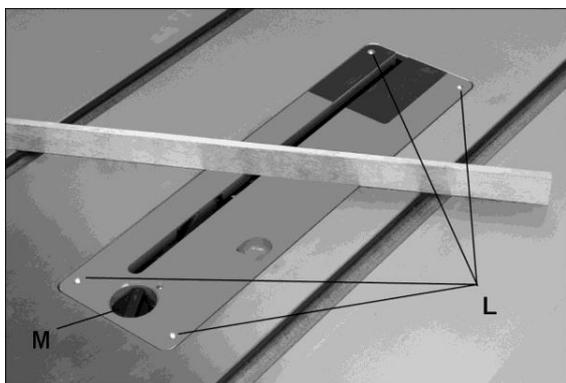

Рис. 5-14
3. Снимите вставку стола. Для этого поверните запорную ручку (M, Рис. 5-14) и приподнимите вставку, используя боковое отверстие.
См. Рис. 5-14.